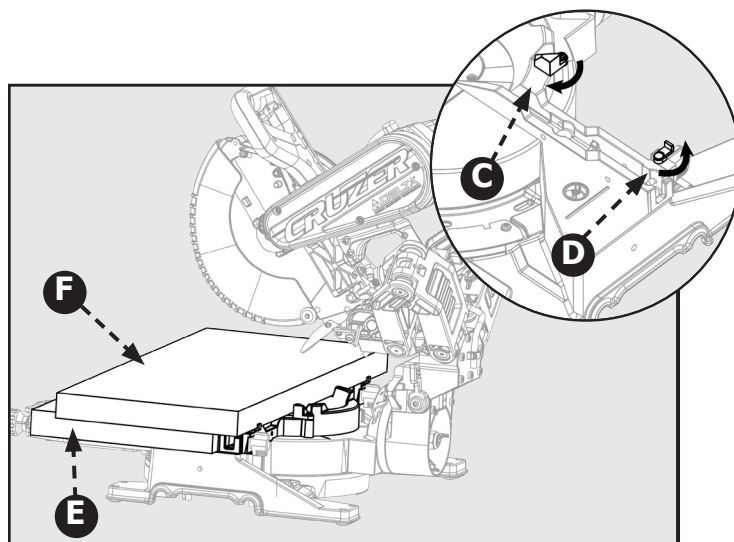

Figura 28
2. Voltee las lengüetas de apoyo (C y D) hacia su posición. Las lengüetas (D) están ubicadas en el lado izquierdo y derecho de la guía tope inferior (fija). La lengüeta (C) solo se encuentra en el lado derecho de la guía tope inferior (fija). Estas funcionarán como el tope posterior de la pieza de trabajo. Consulte la Figura 28.
3. Deberá agregar una tabla de mesa auxiliar (E) para brindar apoyo para la pieza que requiere un corte de gran capacidad (F). Coloque la tabla de mesa auxiliar de 2" x 12" (E) en la mesa de la sierra y contra la sección inferior (fija) de la guía tope de la sierra. Asegúrese de que la tabla esté colocada de forma segura contra la guía tope inferior (fija).
**NOTA: Utilice tornillos para madera para asegurar la tabla de la mesa auxiliar (D) a la guía tope inferior (fija). Consulte la Figura 28.**